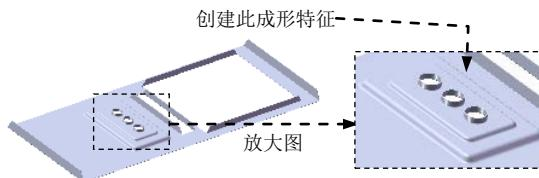

图 17.8.41 创建成形特征 1
Step10. 创建图 17.8.41 所示的成形特征 1。